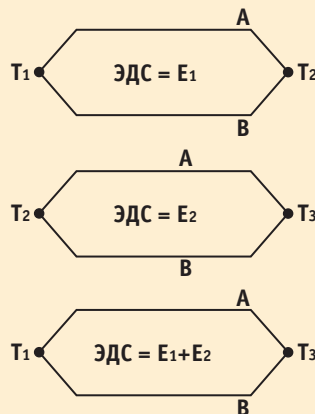

Рис. 6. Закон промежуточной температуры
3. Закон промежуточной температуры. Если в цепи, образованной двумя термоэлектродами из разнородных металлов, индуцируется термоЭДС E_1 при температурах контактов T_1 и T_2 и термоЭДС E_2 при температурах контактов T_2 и T_3 , то при температурах T_1 и T_3 ЭДС будет равна E_1+E_2 . Это означает, что градуировочные таблицы можно использовать и при температуре опорного контакта, не равной 0°С (рис. 6).